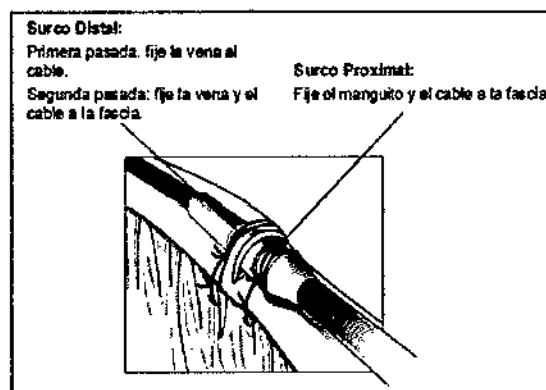

Figura 8. Uso del manguito con la técnica de incisión venosa.
1. Deslice el manguito de sutura hacia el interior la vena hasta pasado el surco distal. Ligue la vena alrededor del manguito de sutura para lograr la hemostasia. Seguidamente, utilice el mismo surco para fijar el cable y la vena a la fascia adyacente (Figura 8).